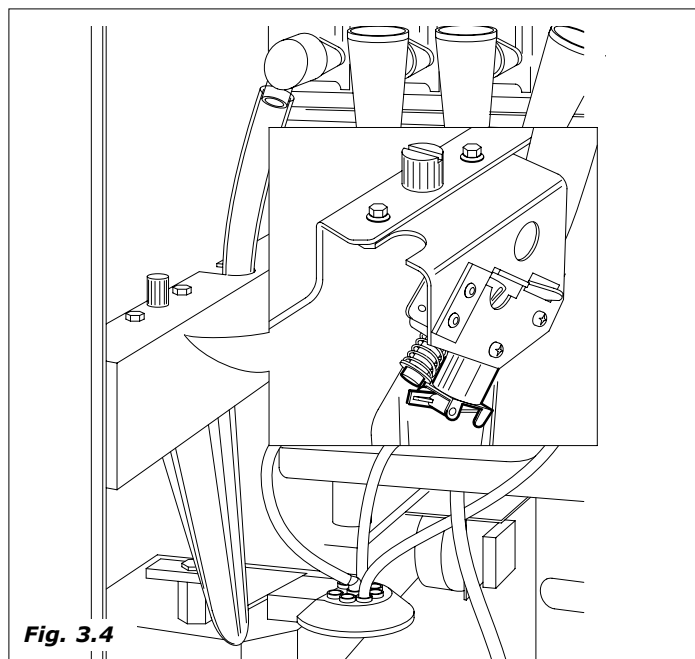

Fig. 3.4
- 2** Se activa el motorreductor, que por medio de una leva, mueve la rampa de azúcar y abre la trampilla del tubo permitiendo que el azúcar caiga en el vaso (Fig.3.4).